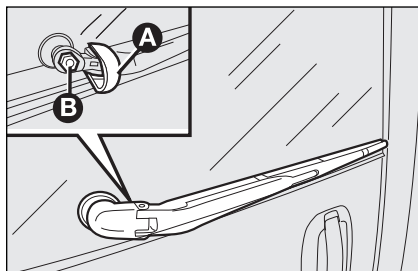

fig. 11
- ☐ kantel het dopje **A**-fig. 11 omhoog, draai de moer **B** los, waarmee de wisserarm aan de as is bevestigd, en neem de arm van de as;